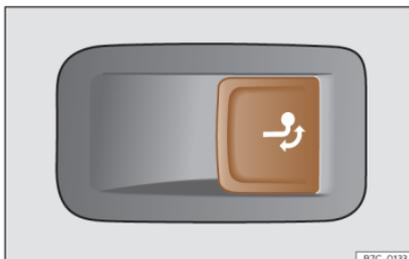

Fig. 188 Du côté droit du coffre à bagages : touche de déverrouillage du crochet d'attelage.
- Tirez la touche » » **fig. 188** brièvement. Le crochet d'attelage se déverrouille électriquement et tourne automatiquement vers l'extérieur. Le témoin de la touche clignote.
- Tirez la touche » » **fig. 188** brièvement. Le crochet d'attelage se déverrouille électriquement.
- Si le témoin de contrôle de la touche » » **fig. 188** » » *clignote*, le crochet d'attelage ne s'est pas encore enclenché correctement ou est endommagé » » ⚠.
- Si le témoin de contrôle » » **fig. 188** » » *reste allumé* avec le hayon arrière ouvert, le crochet d'attelage s'est correctement enclenché correctement, qu'il soit sorti ou escamoté.
- N'appuyez jamais sur la touche » » **fig. 188** lorsqu'une remorque est accrochée ou qu'un porte-bagages ou d'autres accessoires sont montés sur l'attelage.